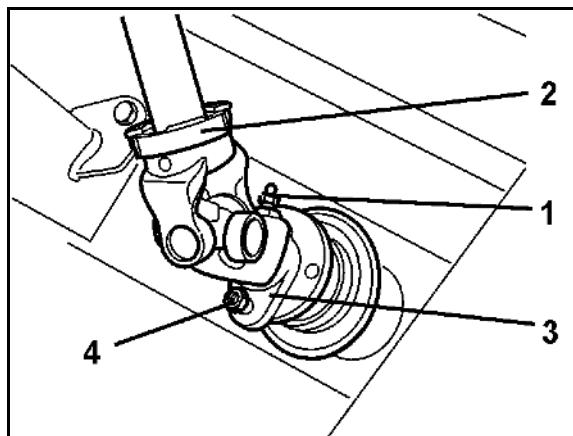

図 96
1. プロペラシャフト保護パーツを取り付け位置に配置します(図96)。
同梱のねじ M8 x 30 A2-70 は、プロペラシャフトのユニバーサルジョイントヨークをギアボックス入力軸に固定するための、交換用せん断ボルト(図96/1)です。プロペラシャフトには必ずグリースを塗布してからギアボックス入力軸に差しこみます。